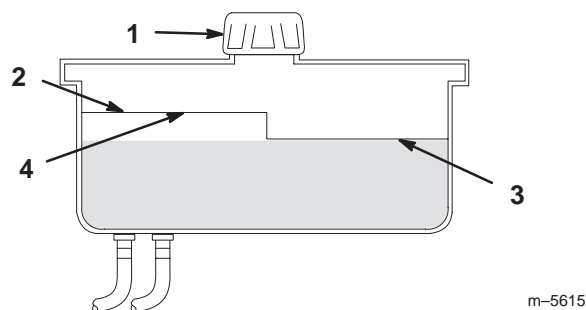

Figure 51
2. Nettoyez la surface autour du goulot de remplissage du réservoir hydraulique (Fig. 51).
3. Enlevez le bouchon du goulot de remplissage et vérifiez si le réservoir contient du liquide (Fig. 51).
Note: Lorsque l'huile est chaude, le niveau de liquide doit atteindre le haut du repère **à chaud** sur le déflecteur (Fig. 51).